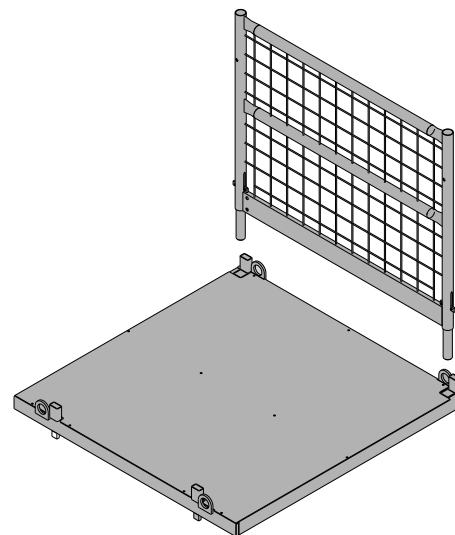

Abb. 29.2
2. Geländer 140 LAB in die Unibühne LAB einstecken. Geländer sichert sich automatisch (Abb. 29.2 und 29.3).